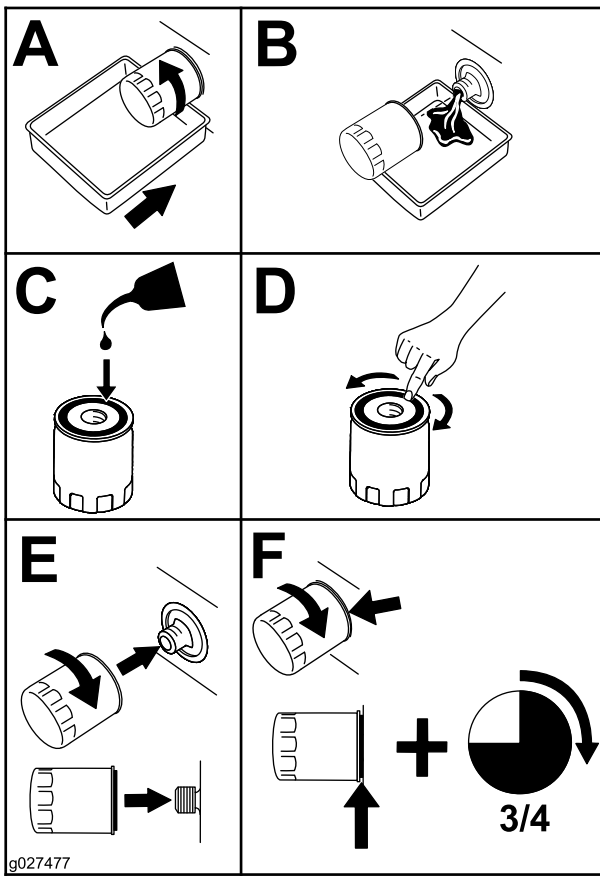

Bild 41
- Wechseln Sie den Motorölfilter (Bild 41).